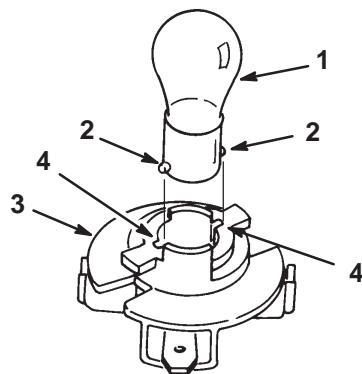

Bild 26
8. Drücken Sie die Birne hinein, drehen Sie sie entgegen dem Uhrzeigersinn bis zum Anschlag (ca. 1/4 Umdrehung) und nehmen Sie sie aus der Birnenfassung heraus (Bild 26).
1. Richten Sie die Metallstifte am Birnensockel mit den Schlitzten in der Birnenfassung aus und setzen Sie den Sockel in die Fassung (Bild 26).